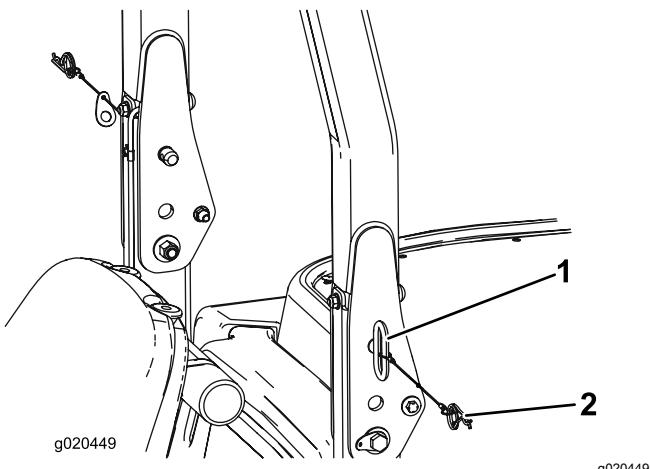

Figura 55
- Per abbassare il roll bar rimuovete le coppiglie e le due spine (Figura 55).